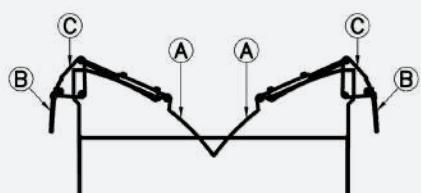

Fig. 2 - SPIT GREEN "HYDRO"
- lo SPIT GREEN "HYDRO" (Fig. 2) con scarico laterale (dx e sx) con regolazione idraulica con 2 convogliatori laterali (A) + 2 regolatori (B) + 2 prolunghe (C)
- le SPIT GREEN "HYDRO" (Fig. 2) avec évacuation latérale (à droite et à gauche) avec réglage hydraulique par 2 guides latérales (A) + 2 régulateurs (B) + 2 rallonges (C)
- the SPIT GREEN "HYDRO" (Fig. 2) with download on the right and on the left side with hydraulic adjustment by 2 lateral guides (A) + 2 regulators (B) + 2 extensions (C)
- SPIT GREEN "HYDRO" (Fig. 2) mit seitlicher Ausladung (rechts und links) mit hydraulischer Verstellung mit 2 seitlichen Fördergeräten (A) + 2 Regler (B) + 2 Verlängerungen (C)
- el SPIT GREEN "HYDRO" (Fig. 2) con descarga lateral (a la dcha. y a la izda.) con ajuste hidráulico con 2 transportadores laterales (A) + 2 reguladores (B) + 2 prolongadores (C)